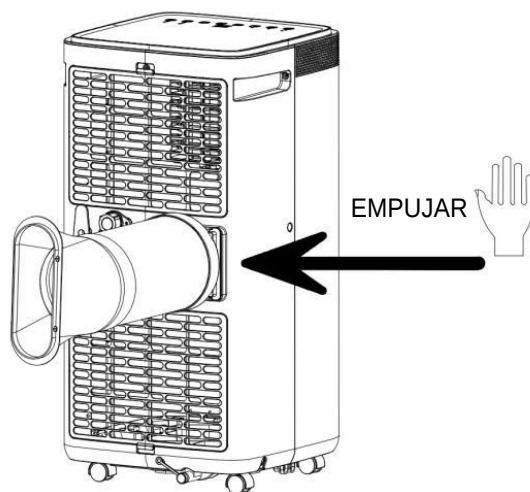

Figura 1
2) Insira o conjunto do tubo de aquecimento (extremidade da junta de escape) na fenda de ventilação do painel traseiro (empurrar para a esquerda) e completar o conjunto (como mostrado na Figura 1).
1) Abra a janela a meio caminho, e monte a da placa de vedação da janela na janela (como mostrado na Figura 1).